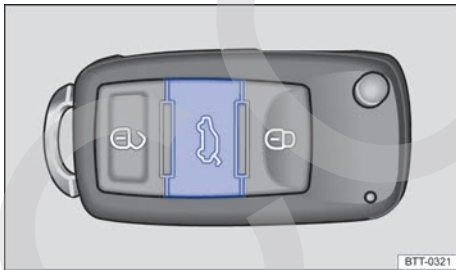

Fig. 27 En la llave del vehículo: tecla de desbloqueo de la tapa trasera.
- Si el vehículo está bloqueado, apretar el botón  en la llave del vehículo con el comando remoto → **fig. 27** durante aproximadamente un segundo para desbloquear la tapa trasera.